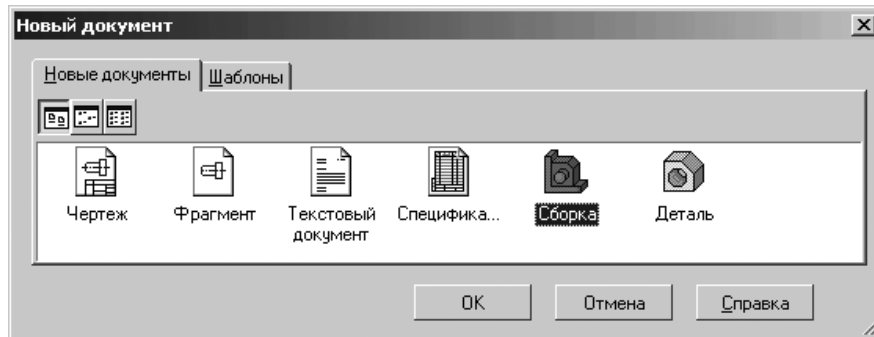

Рис. 6.30. Диалоговое окно **Новый документ** с открытой вкладкой **Новые документы**
- щелкните на панели инструментов **Стандартная** по кнопке под названием  – **Создать**. Появится диалоговое окно **Новый документ** с открытой вкладкой **Новые документы** на рис. 6.30.